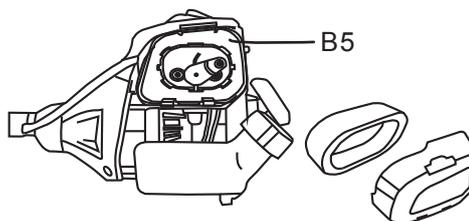

Fig. 29b
- Utiliser de l'air haute pression (max. 3 bar) pour retirer la poussière tenace (Fig. 29b).